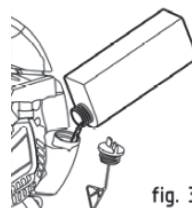

fig. 3
- Abasteça sem encher o depósito até ao aro (fig. 3).